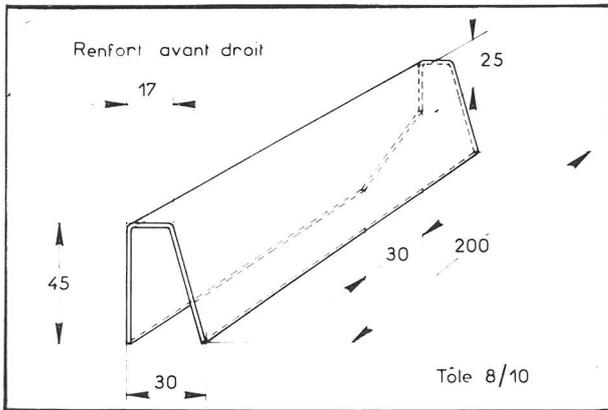

Fig. 3
5. Préparer deux manchons de renfort (tôle de 0,8 mm d'épaisseur) suivant les cotes des figures 3 et 4. (Les dessins représentent les pièces côté droit, les pièces gauches sont symétriques).